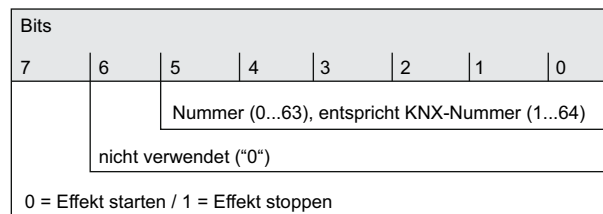

Bild 58: Struktur des Objektwerts für die Effekt-Nebenstelle
Der Aufbau des Telegrammwerts für die Effekt-Nebenstelle orientiert sich am KNX DPT 18.001, der auch bei der Szenen-Nebenstelle verwendet wird (Bild 58).
- i** Es ist zu beachten, dass der Objektwert des Nebenstelleneingangs gemäß KNX DPT 18.001 stets um "1" geringer ist, als die parametrisierte KNX-Nummer (Bild 58).